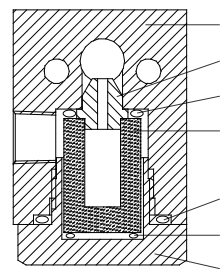

Рис. 10. Фильтр:
- промойте ИПС согласно *разд. «Подготовка к работе» п. 3*. На фильтре 5 (*рис. 1—4*) открутите крышку 2 (*рис. 10*), и выньте фильтрующий элемент 4. Промойте фильтрующий элемент и крышку фильтра. Протрите внутреннюю полость фильтра бязью смоченной в чистом бензине (Б 70 — ТУ 38.101913-82, Галоша — ТУ 38.401-67-108-92, Нефрас — ГОСТ 8505-80) и просушите.⁷ После этого, установите фильтрующий элемент, резиновые уплотнения и крышку фильтра в обратном порядке (при необходимости замените резиновые уплотнения и фильтрующий элемент);